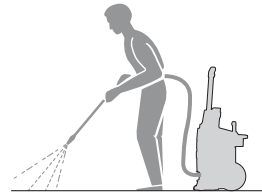

Fig. 16
- > Segure a pistola pulverizadora (8) com as duas mãos.
- > Direcione a ponta para longe da sua pessoa em direção à superfície a ser limpa (Fig. 16).
- > Segure a pistola pulverizadora (8) com as duas mãos. Direcione o jato de água para o objeto a ser limpo e aperte o gatilho.